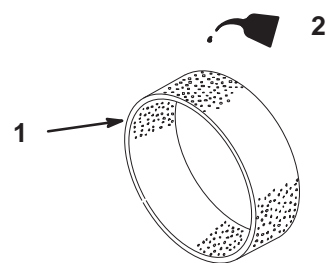

Figure 30
4. Imbibez l'élément de 30 à 60 ml d'huile (Fig. 30).